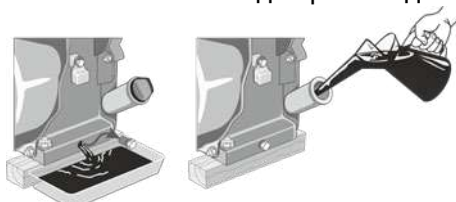

Рисунок 9. Схема заміни моторного мастила.
6.5.1 Порядок заміни моторного мастила (рис. 9):